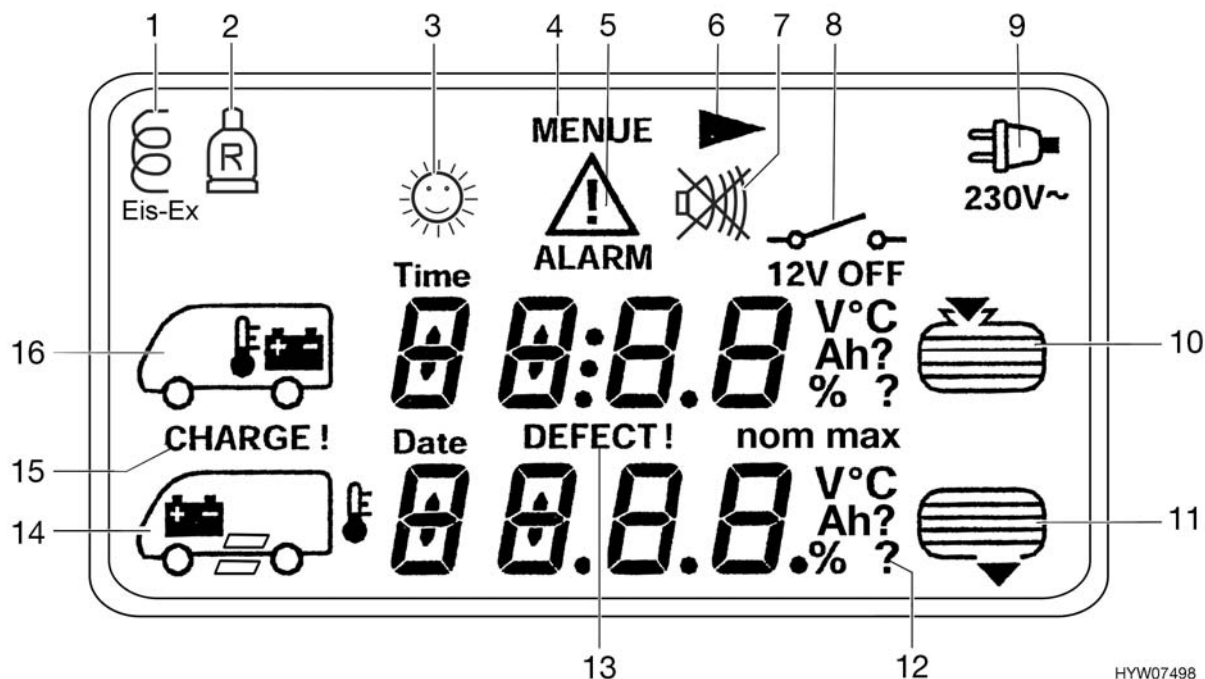

Fig. 125 Rappresentazione dei simboli sul display LCD
- La freccia ► (Fig. 125,6) nel display LCD indica che il menu selezionato è composto da diverse pagine di menu. Premendo ripetutamente il tasto di menu utilizzato si passa alla successiva pagina di menu corrispondente.
Il menu base appare e i simboli (Fig. 125,5, 15 e 16) iniziano a lampeggiare non appena la tensione della batteria dell'abitacolo scende al di sotto di 12 V (misurazione durante il normale esercizio) con conseguente rischio che la batteria si scarichi troppo. Inoltre lampeggia l'indicatore della tensione nel menu Batteria.